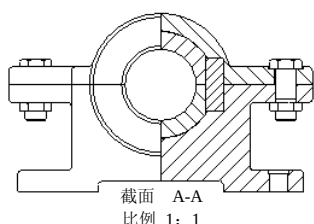

图 3.12.34 修改剖面线 (二)
(2) 在菜单中选择 **Next (下一个)** 命令, 系统自动选取“底座”的剖面线为修改对象, 再选择 **Spacing (间距)** 命令, 在弹出的 **MODIFY MODE (修改模式)** 下拉菜单中选择 **Value (值)** 命令, 在绘图区下方的消息输入窗口中输入间距值 6, 然后在 **MOD XHATCH (修改剖面线)** 菜单中选择 **Angle (角度)** 命令, 在弹出的 **MODIFY MODE (修改模式)** 下拉菜单中选择 **45 (45)** 命令, 完成对“底座”剖面线的修改。
(3) 在菜单中选择 **Next (下一个)** 命令, 系统自动选取“下部轴瓦”的剖面线为修改对象, 设置该剖面线的间距值为 6, 角度为 135。
(4) 在菜单中选择 **Next (下一个)** 命令, 系统自动选取“限位块”的剖面线为修改对象, 设置该剖面线的间距值为 3, 角度为 45。
(5) 在菜单中选择 **Next (下一个)** 命令, 系统自动选取“上部轴瓦”的剖面线为修改对象, 设置该剖面线的间距值为 6, 角度为 45。
(6) 在菜单中选择 **Next (下一个)** 命令, 系统自动选取“上盖”的剖面线为修改对象, 设置该剖面线的间距值为 6, 角度为 135。
(7) 在菜单中选择 **Next (下一个)** 命令, 系统自动选取“螺栓”的剖面线为修改对象, 选择 **Exclude (排除)** 命令, 取消对“螺栓”的剖切。至此, 主视图剖面线的修改完成, 结果如图 3.12.34 所示。